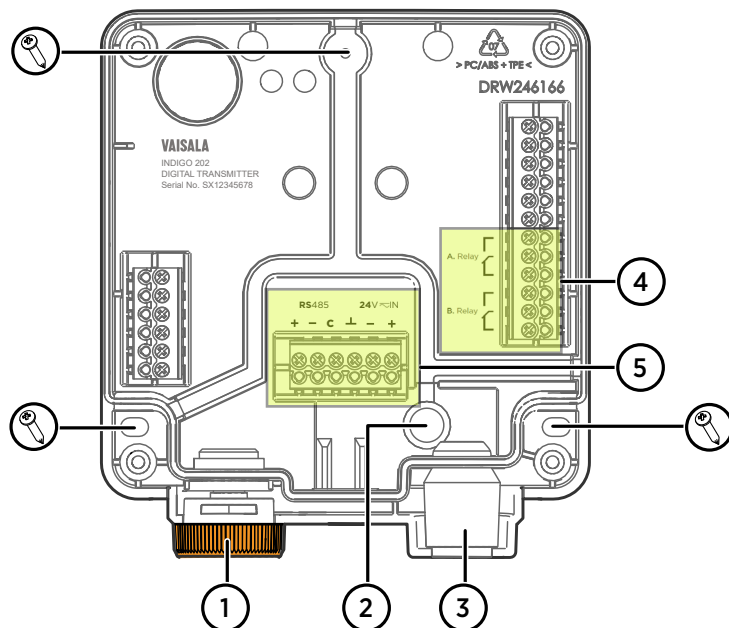

图 24 Indigo 202 数据处理单元基座主部件和安装螺钉位置
5. 将数据处理单元基座放置于安装表面上并用 3 颗螺钉将其固定。请参见图 24 \(第 60 页\)中的螺钉位置。